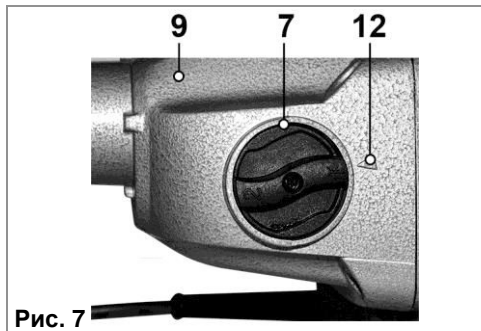

Рис. 7
7.4.2. Поверните переключатель (7) до совмещения цифры обозначающей скорость на переключателе (7) с меткой (12)
на корпусе редуктора (9) машины (только для модели МЭ-2 1400Э, Рис.7).